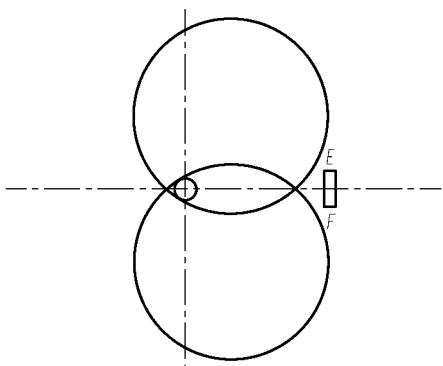

图 2-36 绘制矩形
(8) 选中两条水平辅助线按 Delete 键将其删除, 然后单击“绘图”工具栏中的“矩形”口按钮, 分别输入两个角点的坐标(74, -9.5)和(@6,19), 绘制如图 2-36 所示矩形。